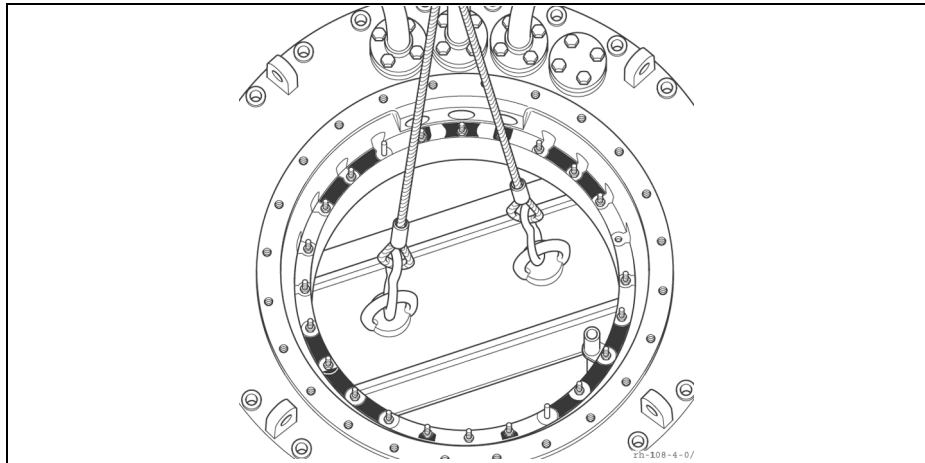

图 24 吊起有载分接开关
5. 用横吊具稍微吊起有载分接开关（图 24 和附录中的图 890180）。注意支撑法兰的所有螺杆都能轻松地穿过分接开关头的安装孔。